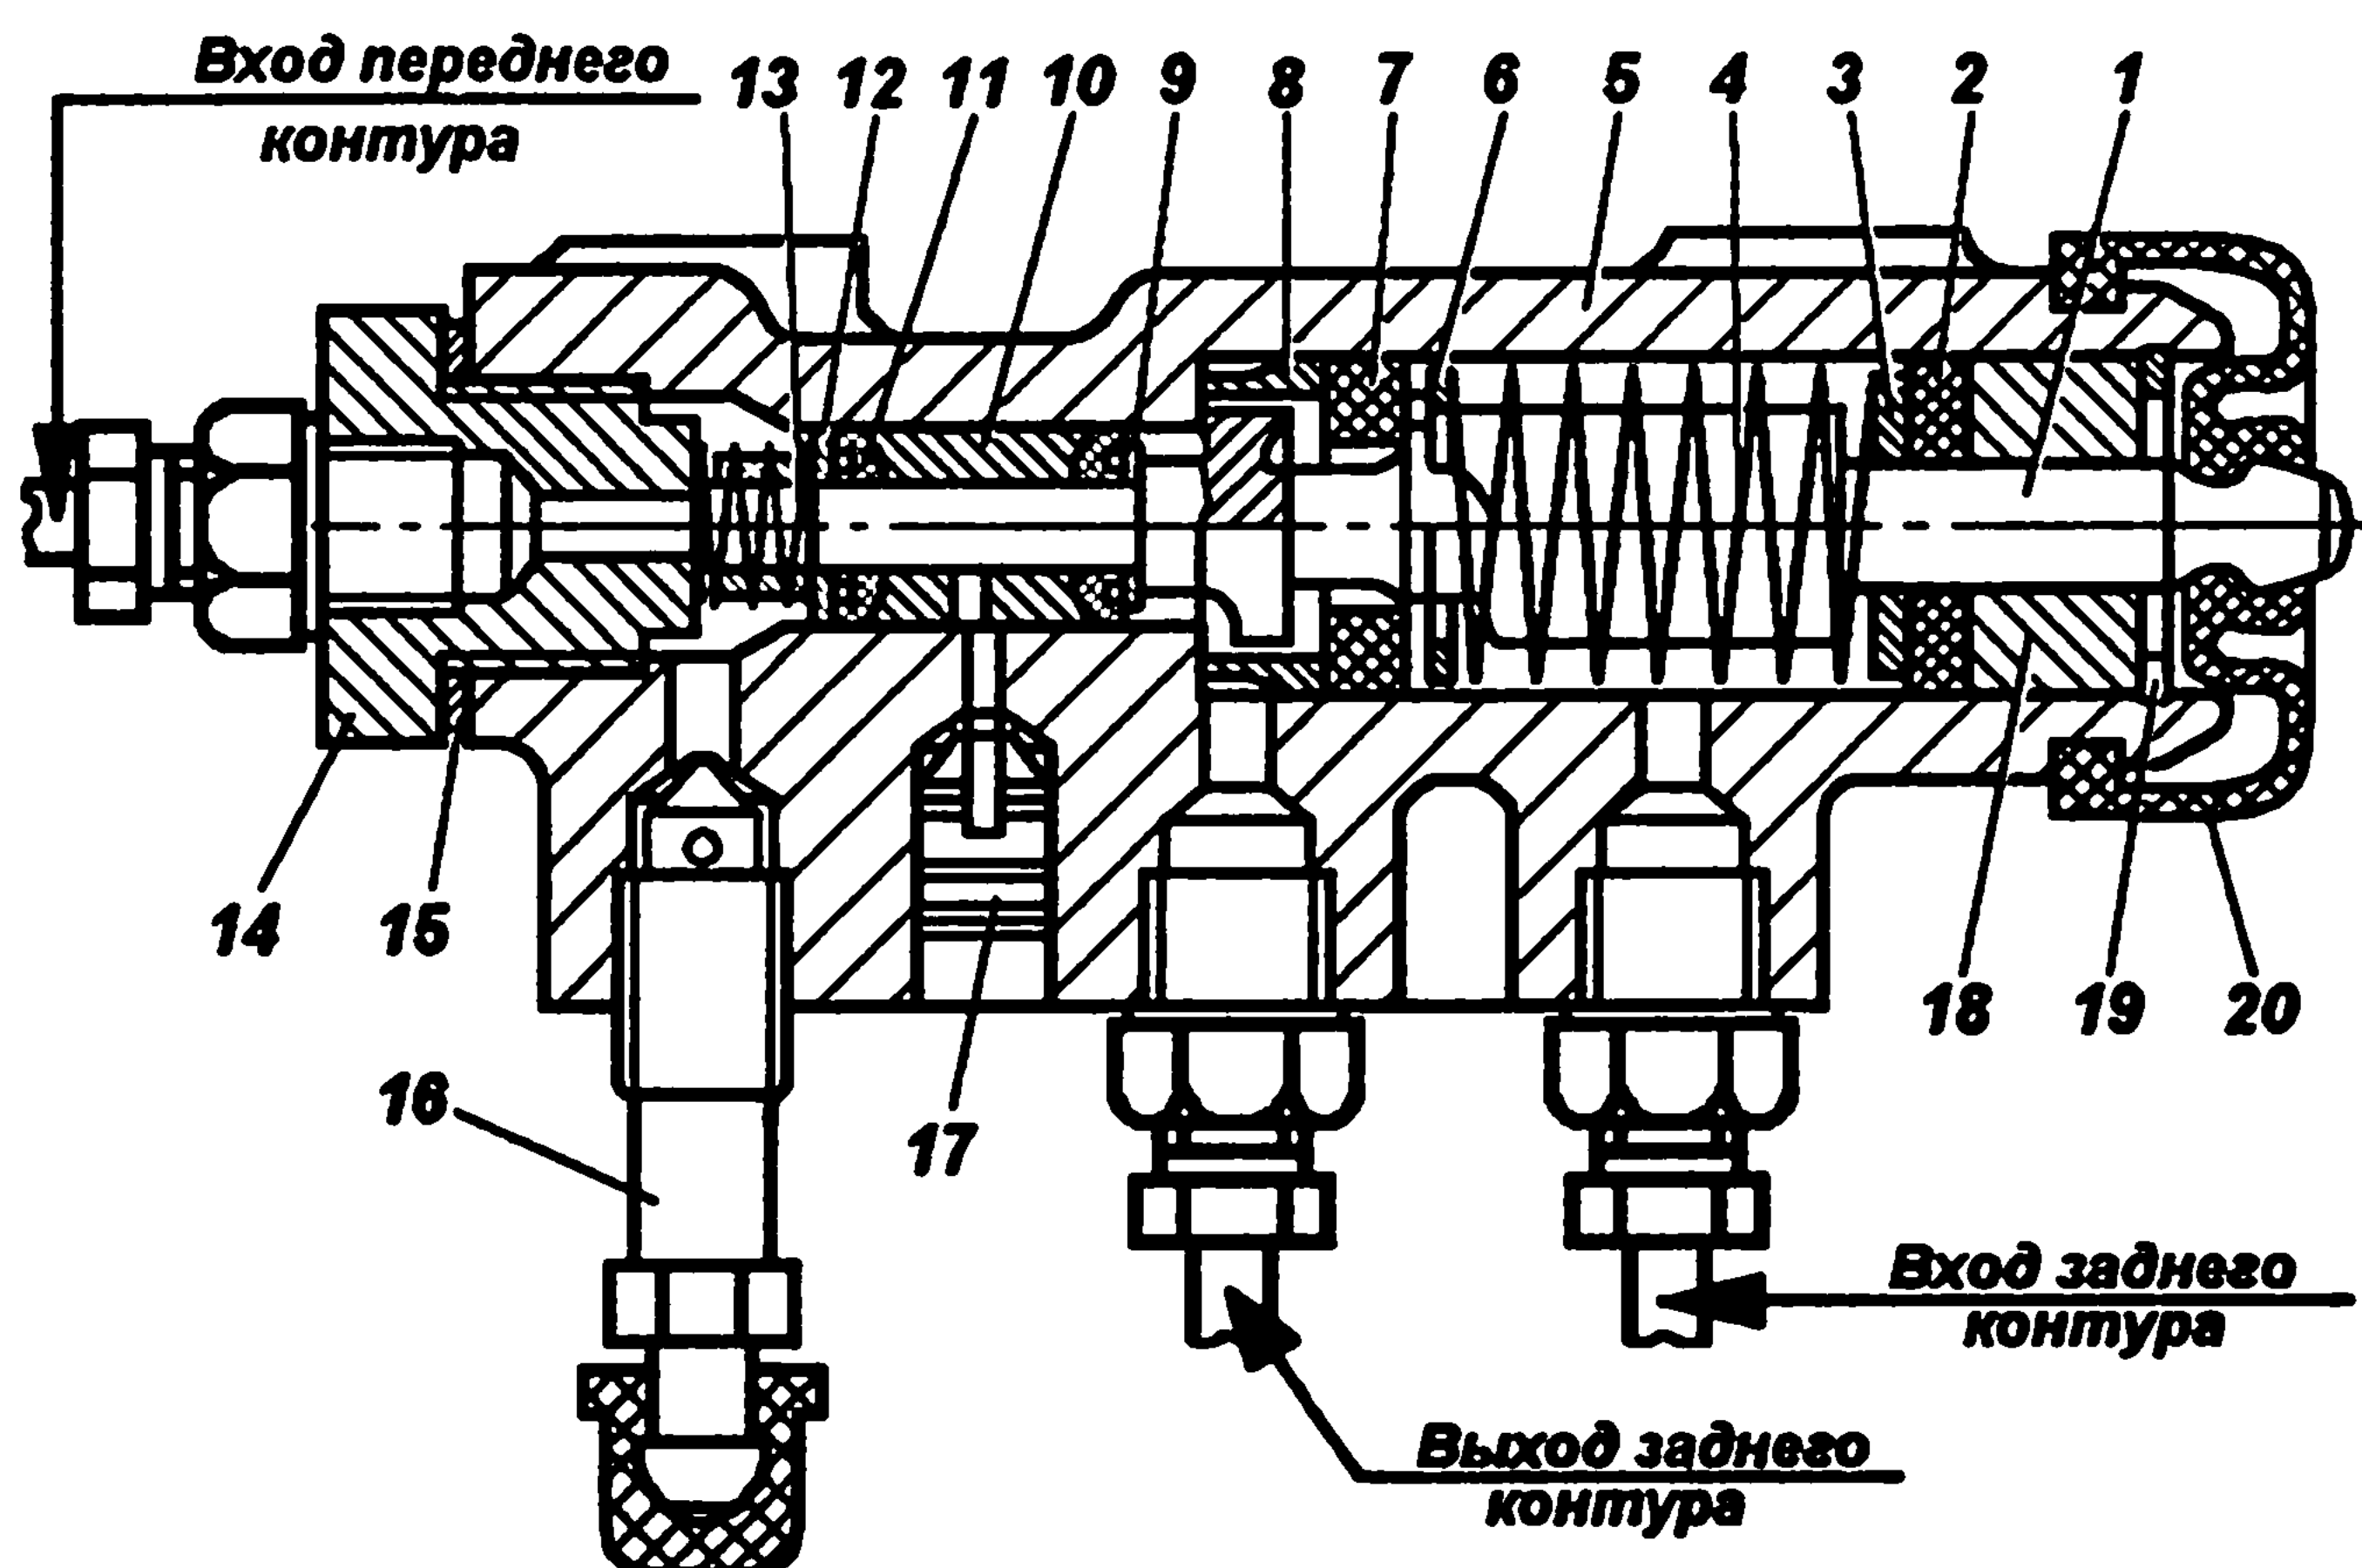

Рис. 105. Регулятор давления:
Регулятор давления* (рис. 105) автоматически корректирует давление тормозной жидкости в контуре тормозных механизмов задних колес в зависимости от нагрузки на автомобиль, предотвращая занос автомобиля из-за блокировки задних колес при интенсивном торможении.
Обращать внимание при осмотрах гидропривода на расположение контрольной заглушки 17 (рис. 105) и отсутствие подтекания из-под нее тормозной жидкости. В нормальном состоянии заглушка должна быть утоплена в отверстие корпуса регулятора до упора. При выступании заглушки из отверстия и подтекании тормозной жидкости регулятор подлежит ремонту или замене.
3. Завернуть болт 4 до соприкосновения его с хвостовиком поршня 1 (рис. 105) регулятора, довернуть болт на 2/3 оборота (4 грани головки болта) и затянуть контргайку.